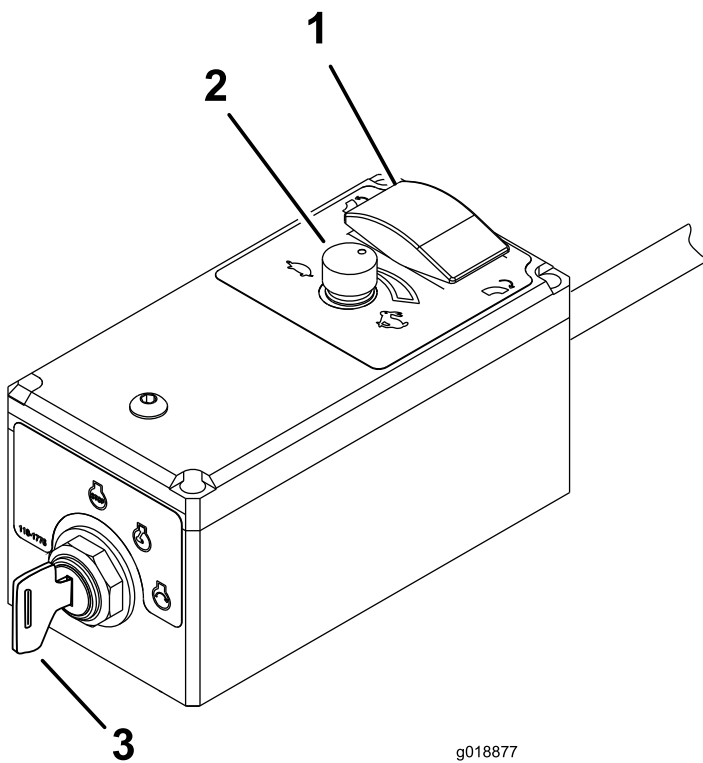

Figura 10
3. Rode a chave da ignição no sentido dos ponteiros do relógio para a posição ARRANQUE para arrancar o motor; solte a chave quando o motor arrancar (Figura 10).
3. Se abandonar máquina, rode a chave do motor para a posição DESLIGAR e retire-a do interruptor (Figura 10).